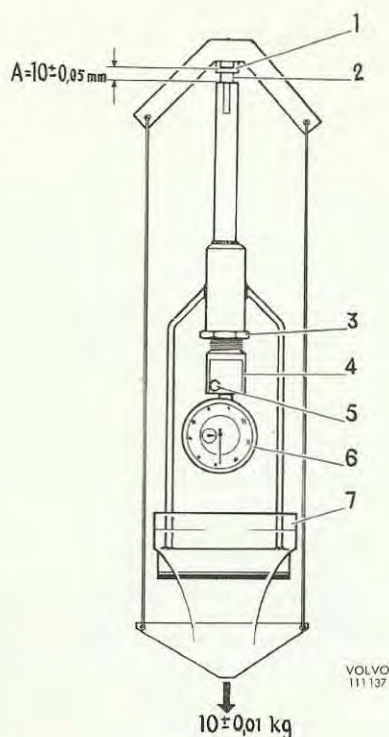

Bild 5. Kontroll av verktyg
Kontroll av verktygets inställning kan lämpligen utföras så som bild 5 visar.
Den totala vikten av tyngden och upphängningsanordningen skall vara $10 \pm 0,01 \text{ kp}$. Vid denna belastning av tryckstången skall avståndet (A bild 5) mellan linjalen och bottenytan i gaffeln vara $10 \pm 0,05 \text{ mm}$.
1. Mått (A bild 5) inställes genom att låsmuttern (3) för justerskriven (4) lossas. Därefter skruvas justerskriven inåt om mått A är för litet och utåt om måttet är för stort. När mått A har rätt värde drages låsmuttern åt.
2. Inställning av mätklockan göres sedan låsskriven (5) har lossats. Genom att flytta mätklockan in eller ut sökes det läge där klockan visar värdet 10,0. Drag åt låsskriven.